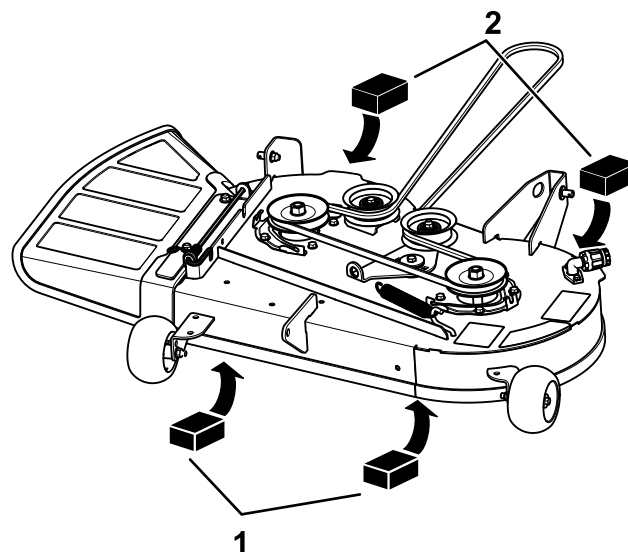

Figura 60
4. Coloque dos bloques de 6.6 cm (2⁵/₈") de grosor debajo de cada lado del borde delantero de la carcasa, pero no debajo de los soportes de los rodillos protectores del césped (Figura 60).
5. Coloque dos bloques de 7.3 cm (2⁷/₈") de grosor debajo del borde trasero del faldón de la carcasa de corte, uno en cada lado de la carcasa de corte (Figura 60).